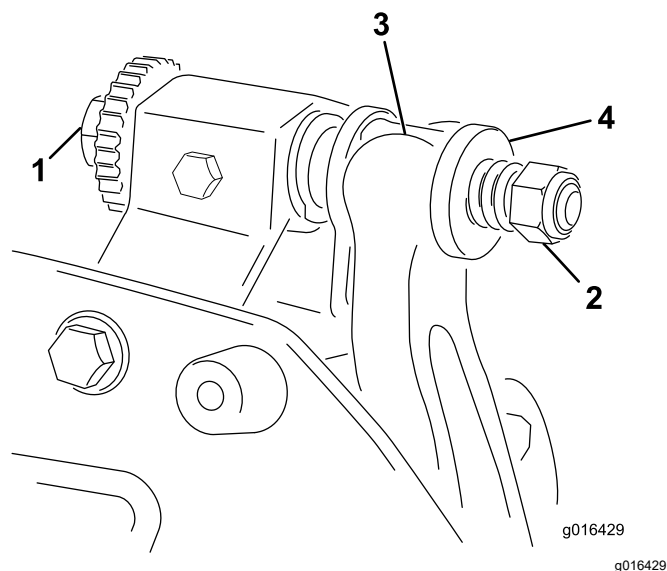

図 17
1. ベッドバー調整ねじを左に回してベッドナイフとリールの接触をなくす 図 17。
2. スプリングテンションナットをゆるめて、ワッシャがベッドバーを全く押さないようにする 図 17。
1. ベッドバー/ベッドナイフアセンブリを取り付け、固定用耳をワッシャーとベッドバー調整ネジ (図 17) の間に配置する。